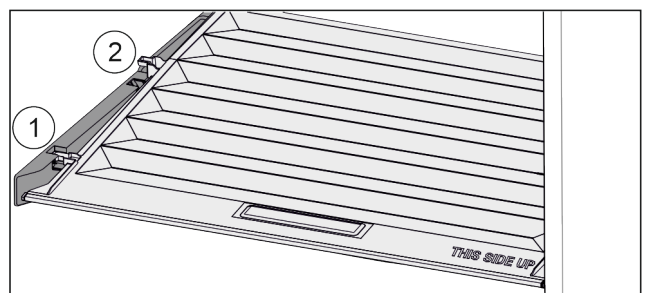

Fig. 116
- ▶ Húzza előre Fig. 116 (1) a fedelet a tartóelemek nyílásáig.
- ▶ Emelje meg hátul alulról, és felfelé vegye ki Fig. 116 (2).